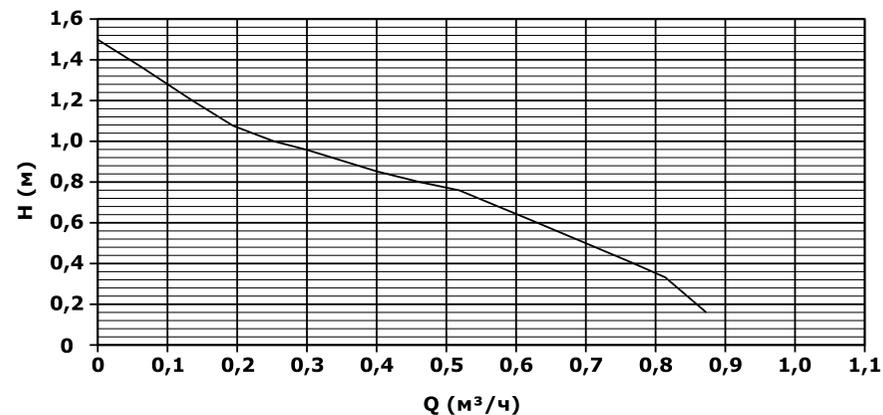

Рис.2 Расходно-напорная характеристика насоса.
4.3. Эксплуатация насоса должна осуществляться в пределах его рабочего диапазона, в соответствии с расходно-напорной характеристикой (см. Рис.2). Использование насоса вне рабочего диапазона может привести к перегреву двигателя и выходу его из строя.